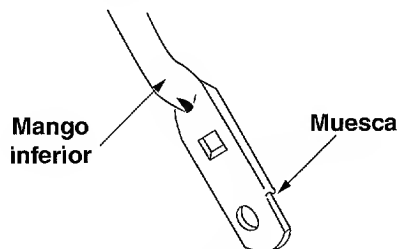

Figura 15
- Gire el mango inferior de la cortadora de manera que la muesca en el fondo del mango inferior esté orientada hacia adelante según se muestra en la Figura 15. Reensamble, colocando los orificios inferiores del mango sobre las clavijas soldadas en el soporte de montaje del mango.